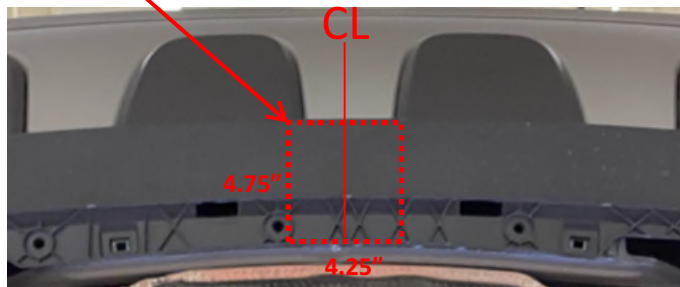

Figura 2
8. Recortar la fascia: Localice el centro de la fascia. Con una cinta de medir, marcador y navaja utilitaria, recortar una muesca de 4.75" x 4.25" en la parte inferior de la fascia. Ver la **Figura 2**. Nota: Verificar que el área esté libre de todo el cableado eléctrico antes de recortar.